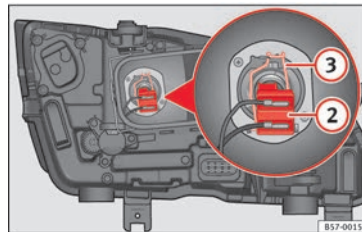

Fig. 105 Nel vano motore: lampadina degli anabbaglianti.
3. Estrarre il connettore » **fig. 105** ② della lampada.
4. Sganciare la molla di ritegno » **fig. 105** ③ premendola verso l'interno e a destra.